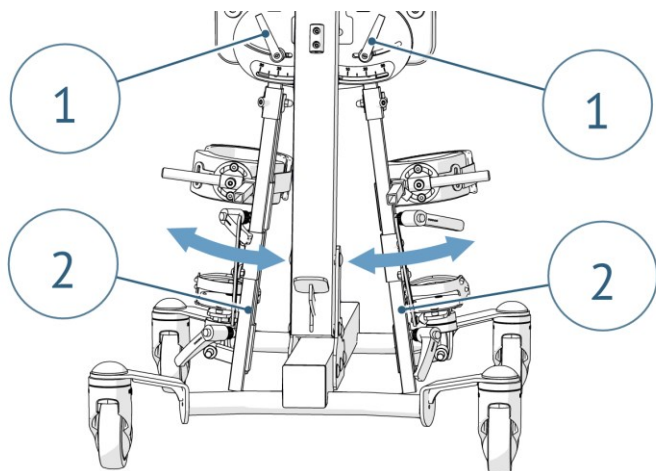

Рисунок 14. Установка угла абдукции ног пользователя
Абдукция (отведение) ног пользователя производится изолированно для левой и правой ноги. Для регулировки угла отведения ноги отверните рукоятку (1), тем самым освободив перемещение штанги (2). Прилагая усилия руками к штанге в нужном направлении, установите требуемый угол абдукции и плотно затяните рукоятку (1) (**рис.14**).